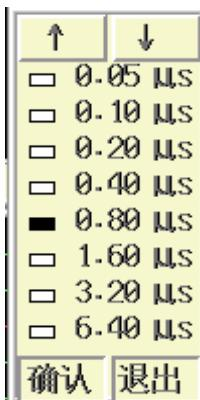

图 5.15 选择采样周期
操作：可以直接用**③**、**④**键来修改，也可以按**确认**键调出选择采样周期界面（如图 5.15 所示）进行选择。